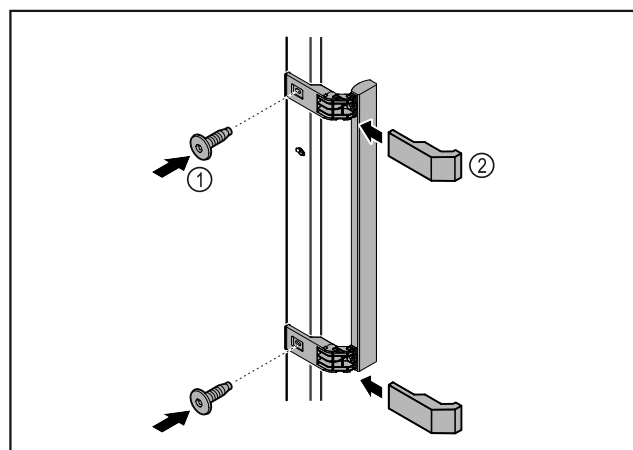

Fig. 9
- ▶ Szerelje fel az ajtóra a kilincset a csomagban található csavarok Fig. 9 (1) segítségével.
- ▶ Helyezze fel a fedelet Fig. 9 (2).